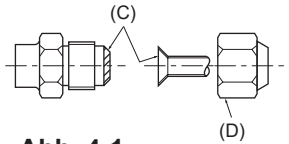

Abb. 4-1
(A) (Abb. 4-1)
(B) (Abb. 4-1)
4.2. Rohranschlüsse (Abb. 4-1)
- Vor dem Anziehen der Konusmutter eine dünne Schicht Kältemittel-Öl auf das Rohr und auf die Oberfläche des Sitzes an der Nahtstelle auftragen. (A)
- Mit zwei Schraubenschlüsseln die Rohrleitungsanschlüsse fest anziehen. (B)
- Tragen Sie Kältemaschinenöl auf die gesamte Konusauflagefläche auf. (C)
- Die Konusmuttern für die nachstehende Rohrgröße verwenden. (D)